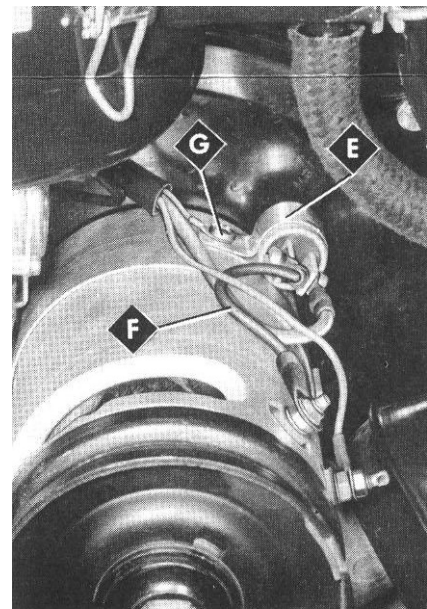

Fig. 5
- Pos. E Lichtmaschine Kl. D+/Generator, term. D+ Fig. 5
- Pos. F Zum Anschluß und zur Befestigung des Entstörkondensators an der Lichtmaschine verwenden Fig. 5